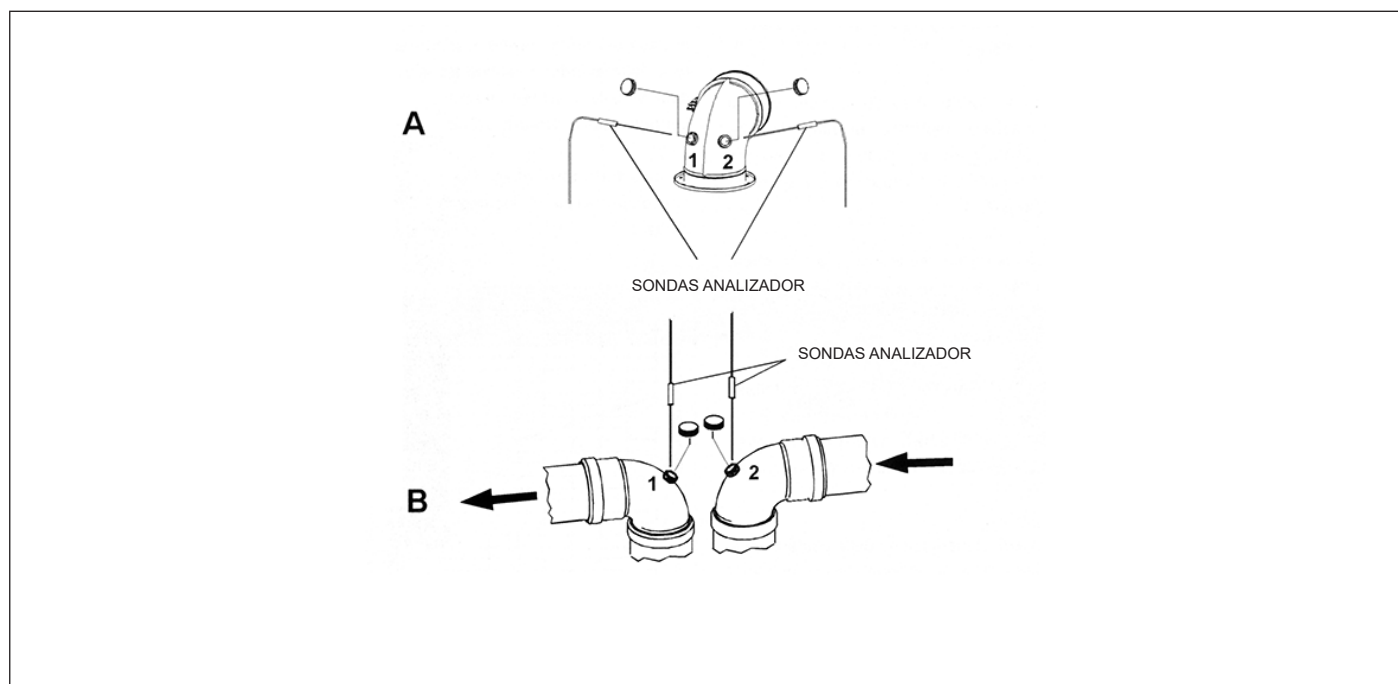

Fig. 20 Ejemplos de puntos de detección de humos
- medición de la temperatura del aire comburente tomada en el orificio dedicado 1 (ver ref. (A) Fig. 20 Ejemplos de puntos de detección de humos , para las calderas con cámara estanca y conductos provistos de sondas para análisis).
- medición de la temperatura de los humos y de la cantidad de CO₂ tomada en el orificio 2 (Ver ref. (A) Fig. 20 Ejemplos de puntos de detección de humos , para las calderas con cámara estanca y conductos provistos de sondas para análisis).
- medición de la temperatura del aire comburente tomada en el orificio dedicado 2 (ver ref. (B) Fig. 20 Ejemplos de puntos de detección de humos , para las calderas con cámara estanca y conductos provistos de sondas para análisis).
- medición de la temperatura de los humos y de la cantidad de CO₂ tomada en el orificio 1 (Ver ref. (B) Fig. 20 Ejemplos de puntos de detección de humos , para las calderas con cámara estanca y conductos provistos de sondas para análisis).